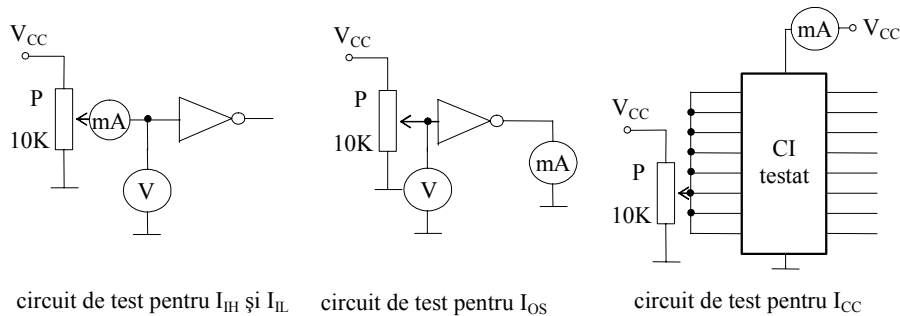

Figura 7
2. Se realizează montajul din figura 7.c. Se măsoară curentul de alimentare: